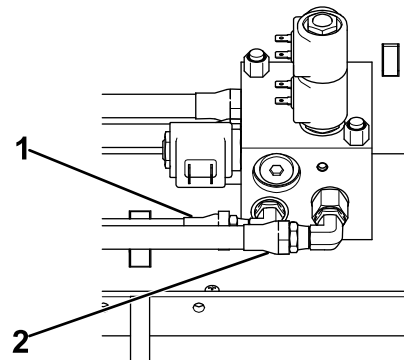

Figure 9
1. Reliez le flexible hydraulique court au raccord C1 du collecteur hydraulique (Figure 9).
2. Reliez le flexible hydraulique long au raccord C2 du collecteur hydraulique (Figure 9).